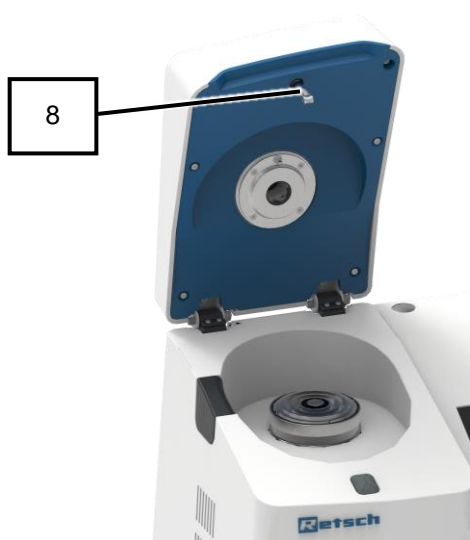

Рис. 63: запирающий блок
5. Проверьте ролики запирающего блока (8) на легкость хода (Рис. 63).
6. При необходимости смажьте ролики запирающего блока (8) маслом для швейных машин.
7. Включите прибор с помощью главного выключателя (16) с задней стороны прибора.